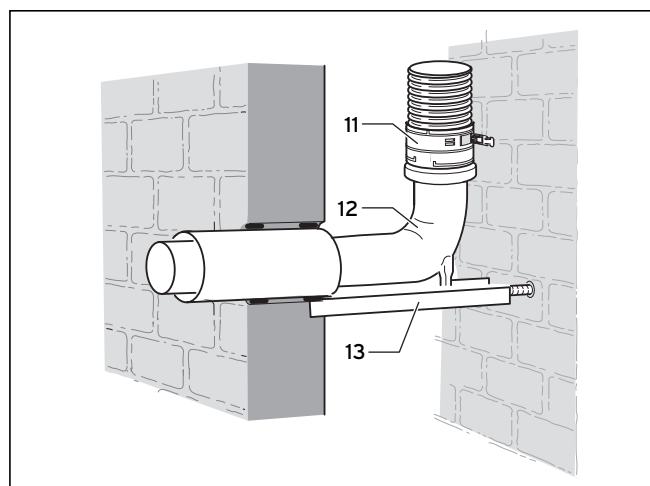

Рис. 6.46 Концентрическое подсоединение к гибкому выпускному газопроводу
- Монтируйте концентрический шахтный патрубок, как описано на рис. 6.46.